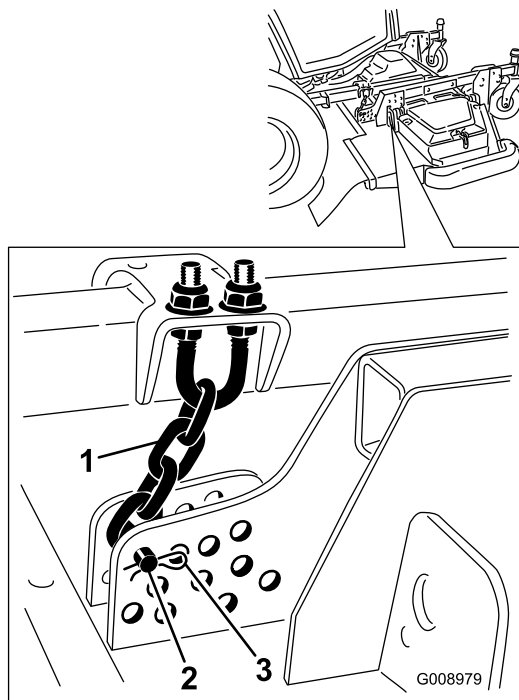

Figura 137
4. Retire o perno de gancho e pino de segurança que fixam as correntes da altura de corte à traseira da plataforma do cortador (Figura 137).